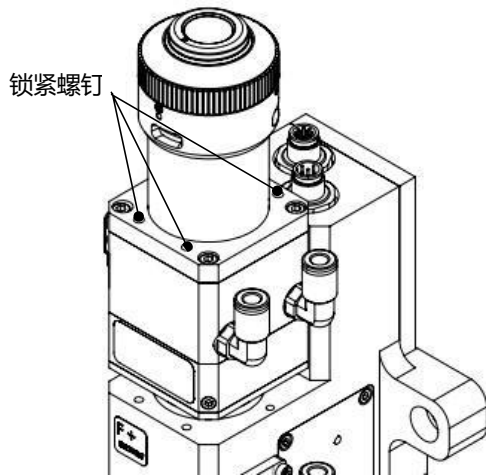

图 6.5 — 拆准直组件
- 用 3mm 的内六角扳手拧开准直组件的锁紧螺钉（如图 6.5 所示），与准直组件连接的部分用美纹纸封好，防止灰尘调入；